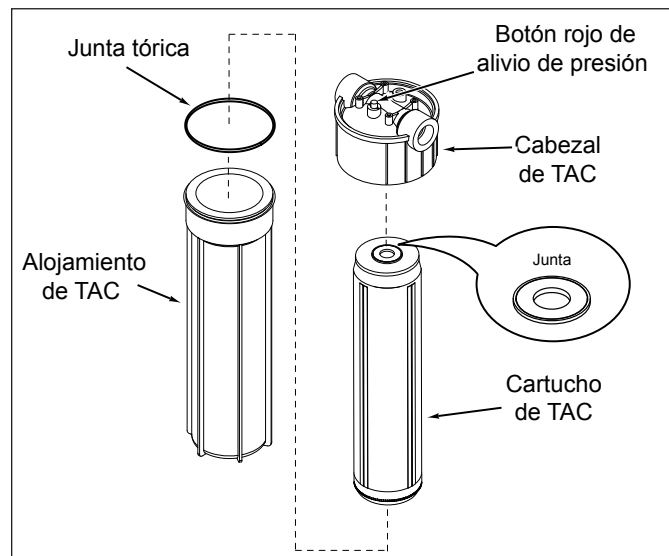

Figura 11. Reemplazo del cartucho de TAC (solo VZN-441H-T5)
3. Presione y mantenga así el botón de alivio de presión de color rojo encima del alojamiento de TAC (Figura 11) para reducir el nivel de agua dentro del alojamiento en 2 a 3 pulgadas [5 a 7 cm].
5. Vacíe toda el agua dentro de un desagüe y descarte el cartucho de TAC anterior (Figura 11).